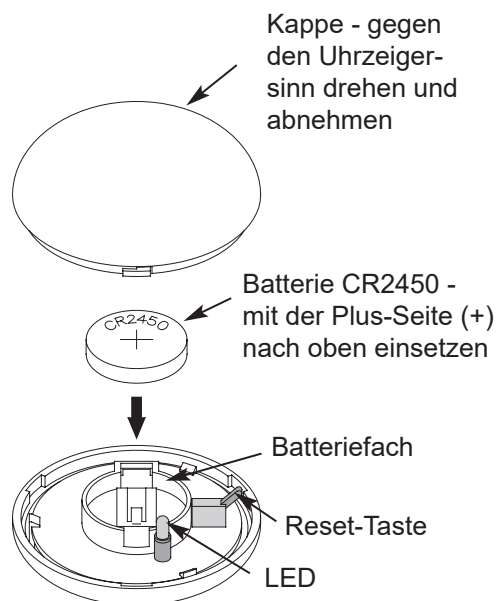

Abb. 3
5. Setzen Sie die Batterie (CR2450) wie in Abb. 3 auf Seite 20 gezeigt mit der Plus-Seite (+) nach oben in das Batteriefach ein. Die LED sollte kurz aufleuchten.
7. Halten Sie die Reset-Taste des Leckagesensors (siehe Abb. 3 auf Seite 20) mind. 5 Sekunden lang gedrückt. Dadurch wird ein Bluetooth-Kopplungssignal gesendet.